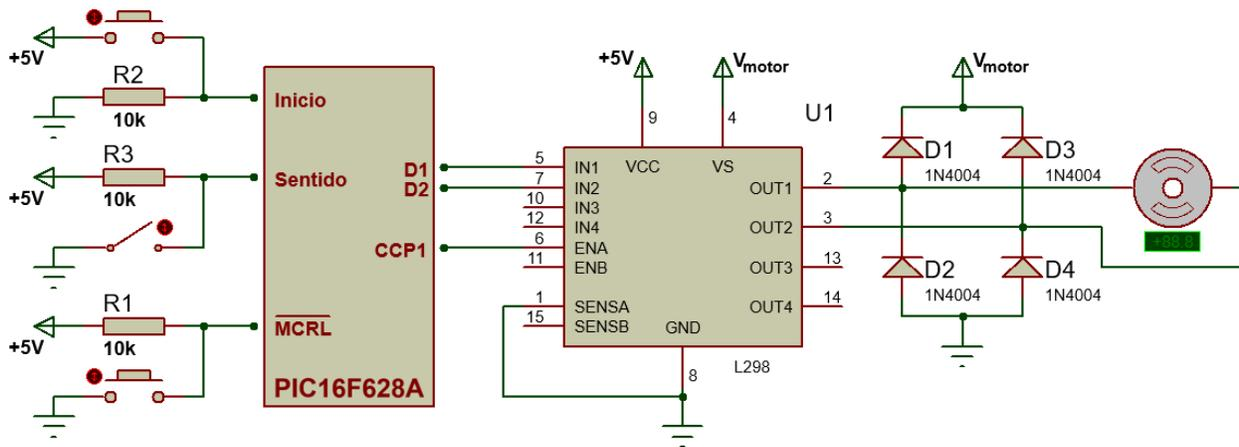

Figura 9.5. Circuito simbólico de control de velocidad para motor de CD.
- 10) Realice la simulación del sistema de microcontrolador basándose en la figura 9.5, guarde la simulación y entregue a su profesor una copia impresa o en formato digital de los resultados
5. Modifique el armado del circuito según se muestra en la figura 9.5.